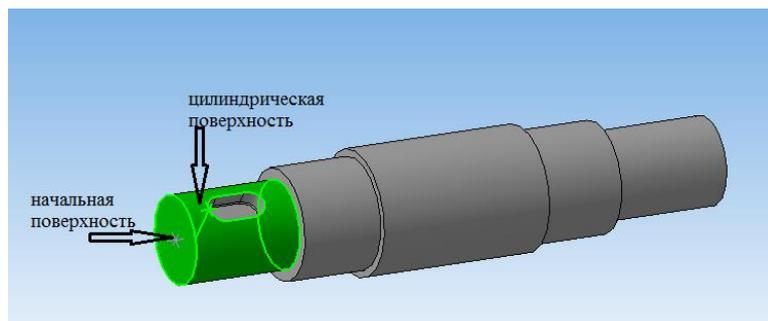

Рисунок 96.
6. Укажите позиционирование шпоночного паза: цилиндрическая поверхность длиной **15мм**, начальная поверхность – наружный торец этого цилиндра (рисунок 96). *Расстояние - 3мм, Угол – 270°*. Создать объект.
7. После этого появится информационное окно, где будут указаны все параметры будущего шпоночного паза (рисунок 96). Нажмите применить.